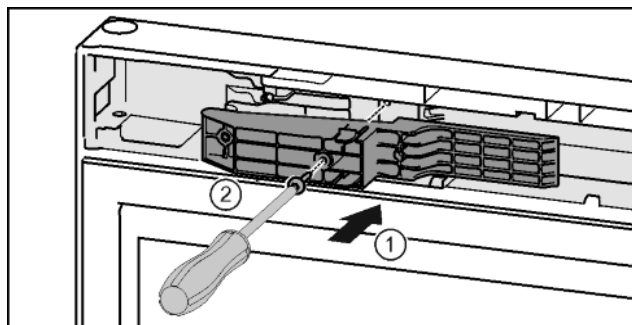

Fig. 47*
- ▶ Inserire l'adattatore sul lato impugnatura nell'incavo.* Fig. 47 (1)
- ▶ Serrare le viti con il cacciavite T15.* Fig. 47 (2)